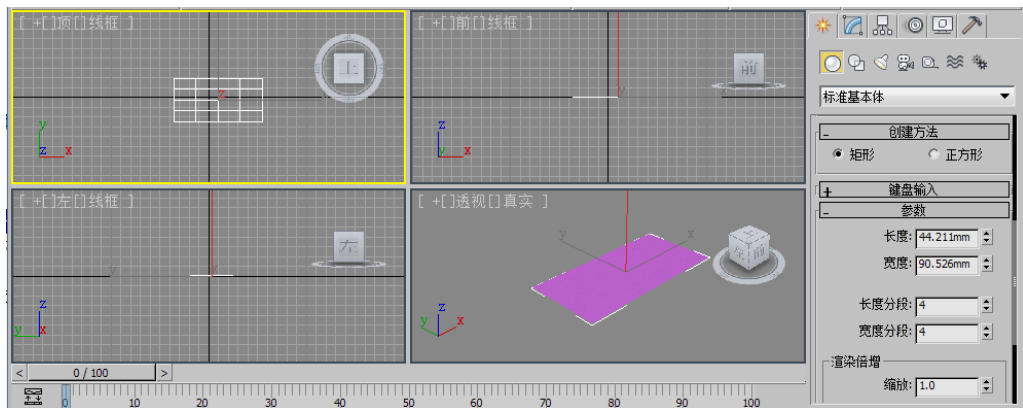

图3-24
- 03 松开鼠标左键，完成平面的创建，其创建效果与参数面板如图3-24所示。